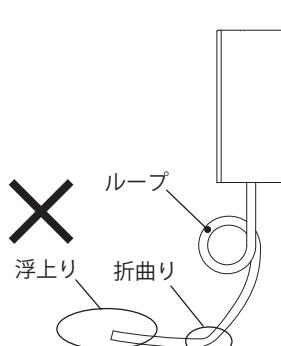

図 7 排水ホースの禁止事項
- 排水ホースに折曲りやループ箇所または浮上りなどがないようにしてください。(図 7)